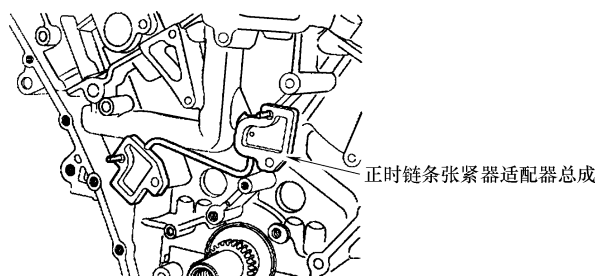

图 29-41 正时链条张紧器适配器总成
34) 拆卸正时链条张紧器适配器总成, 如图 29-41 所示。